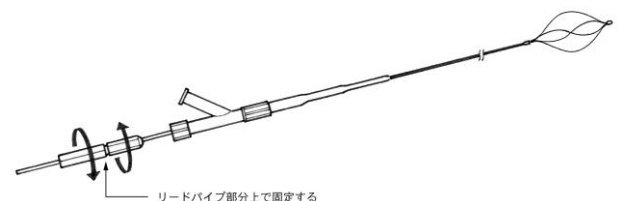

図3:
- 3) バスケットがきちんと開いている位置を確認し、遊びがない位置でしっかりとトルクハンドルのネジを締め付け固定してください。(図3参照)